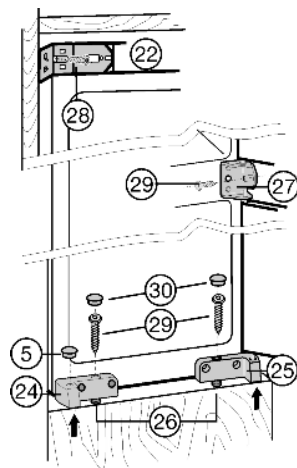

Fig. 15
► Fije el aparato por la parte superior: Presione el aparato para acercarlo a la pared del mueble y atornillelo con el tornillo para tablero de partículas Fig. 15 (28) a través de la brida en U Fig. 15 (22).
► Fije el aparato en el centro: utilizando el tornillo de sujeción Fig. 15 (27) con el tornillo para tablero de partículas Fig. 15 (29).
► Fije el aparato por la parte inferior: con tornillos para tablero de partículas Fig. 15 (29) mediante los tornillos reguladores Fig. 15 (26) del soporte de cojinete Fig. 15 (24) y el soporte de cojinete Fig. 15 (25).